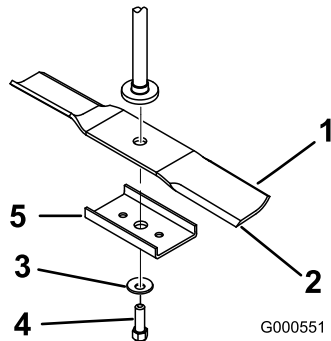

Bild 56
Halten Sie das Ende des Messers mit einem stark wattierten Handschuh oder wickeln Sie einen Lappen um es herum. Entfernen Sie die Messerschraube, Wellenscheibe, Messerverstärkung und das Messer von der Spindelwelle (Bild 56).
- Setzen Sie das Messer auf die Spindelwelle (Bild 56).
- Montieren Sie die Messerverstärkung, die Wellenscheibe (Schalenseite zum Messer) und die Messerschraube (Bild 56).